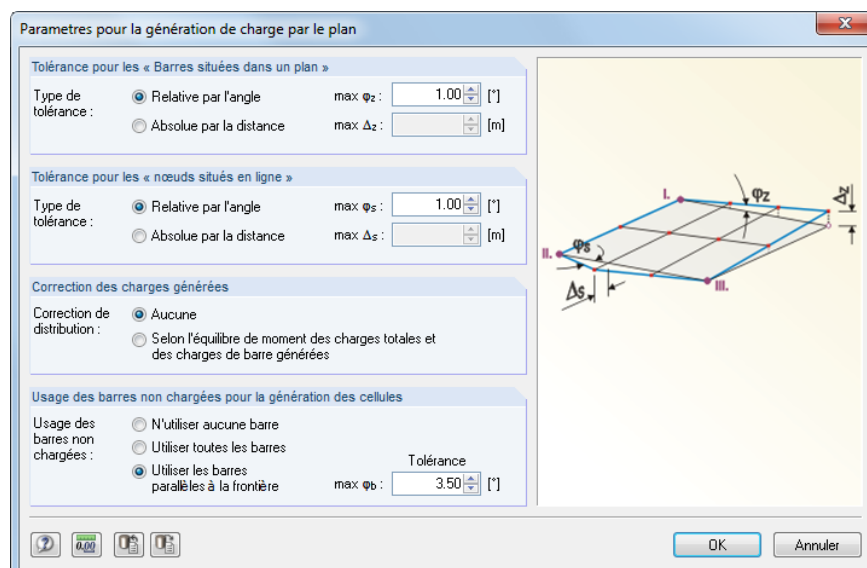

Figure 11.178 : Boîte de dialogue *Paramètres pour la génération de charge par le plan*
- *Utiliser les barres parallèles à la frontière* : de cette façon, il est possible d'exclure les barres qui se trouvent dans une position inclinée. Si l'angle limite entre les barres φ_b est limité à 40.55° dans la boîte de dialogue *Paramètres* (voir la Figure 11.178, page 550), la charge sera générée comme prévu.
Quand les charges librement variables sont définies, vous devez sélectionner la correction de la distribution selon l'équilibre de moment dans la boîte de dialogue *Paramètres* (voir la Figure 11.178, page 550). Sinon, les charges de barre constantes seront générées.
Cliquez sur le bouton [Paramètres] figuré à gauche pour ouvrir la boîte de dialogue *Paramètres pour la génération de charge* (voir la Figure 11.178, page 550). Puis, vous pouvez ajuster la tolérance pour l'intégration des nœuds dans le plan de charge ou corriger les charges générées.
Dans la section de dialogue *Moment total par rapport à l'origine*, les charges de barre déterminées sont comparées avec les charges de surface appliquées. En cas de différences, vous pouvez utiliser le bouton [Précédent] pour accéder à la boîte de dialogue initiale où vous pouvez modifier les paramètres. Les spécifications sont à ajuster dans la boîte de dialogue *Paramètres pour la génération de charge* (voir la Figure 11.178, page 550) où vous pouvez accéder à l'aide du bouton [Paramètres].
Cliquez sur le bouton [Paramètres] figuré à gauche pour ouvrir la boîte de dialogue *Paramètres pour la génération de charge* (voir la Figure 11.178, page 550).